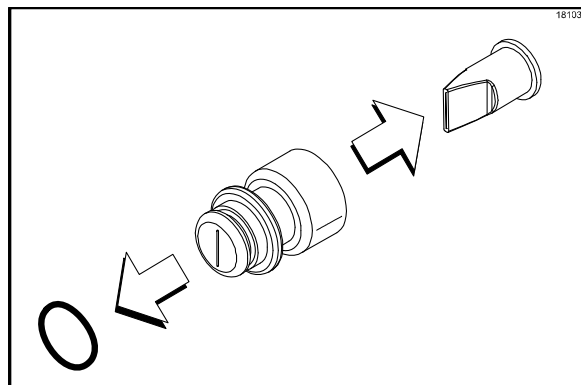

Рисунок 29
10. Снимите с наконечника фитинга сиропа клапан с плоской головкой и кольцевой уплотнитель. (См. рис. 29)